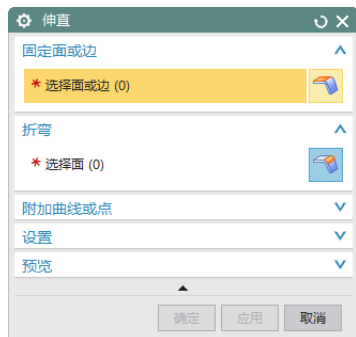

图 2-56 “伸直”对话框
(1) 选择菜单(M) → “插入(S)” → “成形(R)” → “伸直(U)”，或者单击“主页”选项卡“成形”面组上的“伸直”按钮, 打开如图 2-56 所示“伸直”对话框。